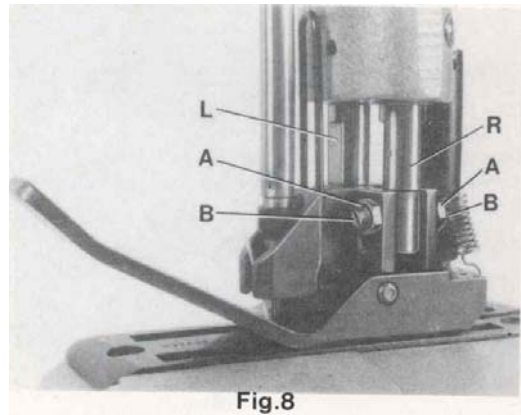

Fig.8
Remove the needle and rotate the pulley until the feed dog is below the throat plate. Depress the presser foot lifter lever and insert the presser foot in the two presser bars (L and R, Fig. 8). The right presser bar (R) should only engage with its pivot in the groove of the presser foot shank.
Loosen the two lock nuts (A, Fig. 8) and align with the two set screws (B), the needle slot in the presser foot with the needle slot in the throat plate. Secure this setting with the two lock nuts (A). Note: The two set screws (A) should just contact the pivot of the right presser bar (R) but not be tightened. Now tighten the two set screws left in the presser foot shank on the left presser bar. Insert the needle.
Remueva la aguja y gire el volante hasta que el alimentador se encuentre debajo de la placa de la aguja. Apriete la palanca levantadora del pie e inserte el pie en las barras (L y R, Fig. 8). La barra derecha (R) debería entrar solamente con el pivote en la apertura del pie.
Aflove las dos tuercas (A, Fig. 8) y alinee con los dos tornillos (B) la ranura para la aguja en el pie con la ranura para la aguja en la placa de la aguja. Asegure este ajuste con los dos tornillos (A). Nota: Los dos tornillos (A) deberían tocar solamente el pivote de la barra de presión derecha (R) pero no apretarla. Ahora apriete los dos tornillos al lado izquierdo del tronco del pie de la barra de presión izquierda. Inserte la aguja otra vez.